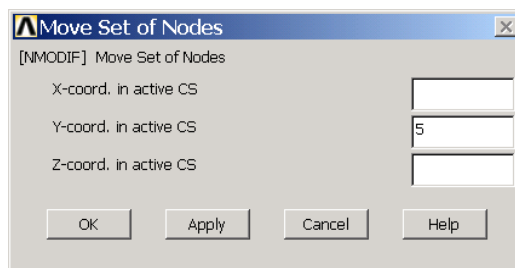
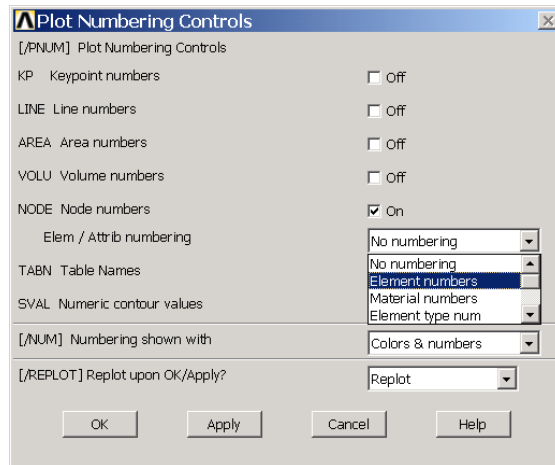

图2.34 节点移动设置
图2.46 显示单元编号
(2) 在文本框中输入节点号【4】，或者用鼠标选择图形视窗中的节点 4，然后单击【OK】按钮。接着弹出如图 2.34 所示的【Move Set of Nodes】对话框。
这时所有的单元已经生成完毕，但是没有像图 2.34 那样显示了单元的编号，如想查看单元编号，用户只需单击【Utility Menu】|【PlotCtrls】|【Numbering...】菜单，弹出如图 2.46 所示的对话框。在【Elem/Attrib membering】下拉列表中选择【Element numbers】选项，并确认【Replot upon OK/Apply】下拉列表中选【Replot】，单击【OK】按钮即可。